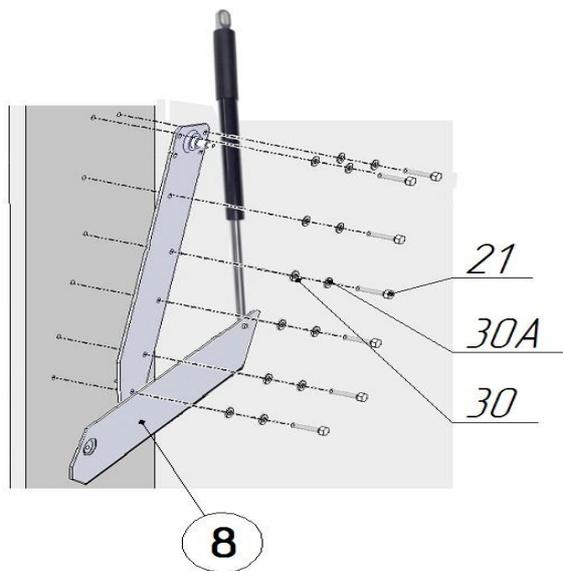
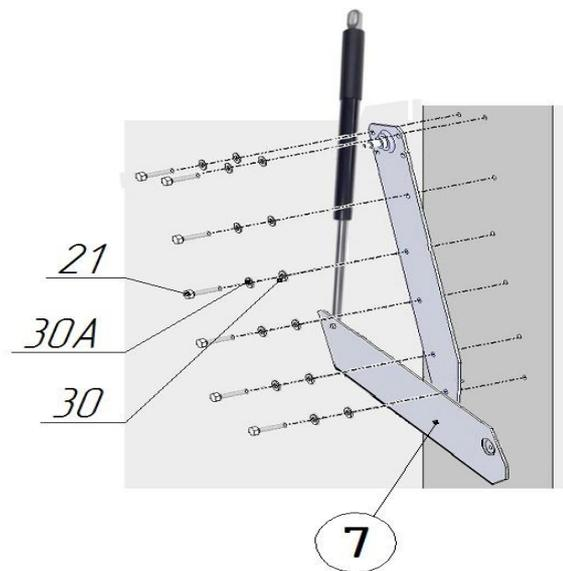

Рис.4.1 Слева
Рис.4.2 Справа
11. Присоединить к боковинам короба механизмы подъёма поз.7 и 8, используя болт М8х25 поз.21, шайбы $\varnothing 8 \times 18$ поз.30, шайбы стопорные d8 поз.30А (рис.4.1 и 4.2).
ВНИМАНИЕ!!! ШАЙБА СТОПОРНАЯ d8 ПОЗ.30А ДОЛЖНА НАХОДИТЬСЯ МЕЖДУ ШАЙБОЙ $\varnothing 8 \times 18$ ПОЗ.30 И ГОЛОВКОЙ БОЛТА ПОЗ.21 (СМ. РИС. 4.1 И 4.2).
21. Приложить кожух левый поз.35А к механизму, установленному слева (рис.4.1). Кожух располагать так, чтобы он опирался на наклонную и верхнюю кромки механизма (рис.13.1). Завернуть шурупы поз.37 в отверстия до упора. Ту же операцию произвести с кожухом правым поз.35 (рис.4.2 и 13.2).